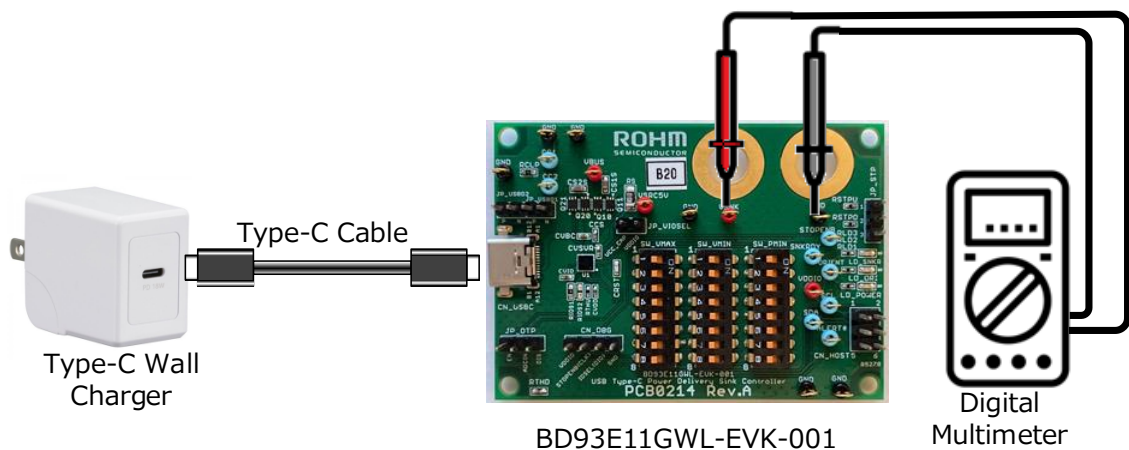

Figure 4. Type-C ケーブルでの EVK 単品評価の接続例
3. Figure 4 の様にデジタルマルチメータ等で VSNK からコントラクトした電圧を確認します。